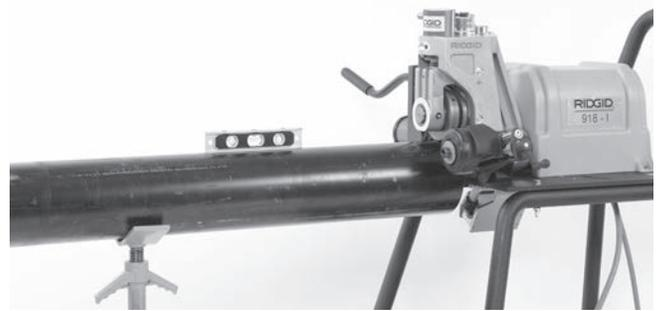

Abbildung 12 - Rohr nivellieren
- Bringen Sie den Ein-/Ausschalter in die Stellung ON (Ein). Betätigen Sie den Fußschalter und geben Sie ihn wieder frei. Vergewissern Sie sich, dass sich die Nutrolle im Uhrzeigersinn dreht, wie am Aufkleber zur Rohrrotation am Nutgerät gezeigt. *Siehe Abbildung 12.* Lassen Sie das Gerät warten, falls sich die Nutrolle in die falsche Richtung dreht oder sich das Gerät nicht mit dem Fußschalter aus- und einschalten lässt.
- Legen Sie das Rohr auf den/die Ständer, wobei das Rohrende bündig mit dem Antriebswellenflansch abschließt und die Innenseite des Rohrs die Oberseite der Antriebswelle berührt (Abbildung 12). Vergewissern Sie sich, dass das Rohr stabil und sicher liegt.